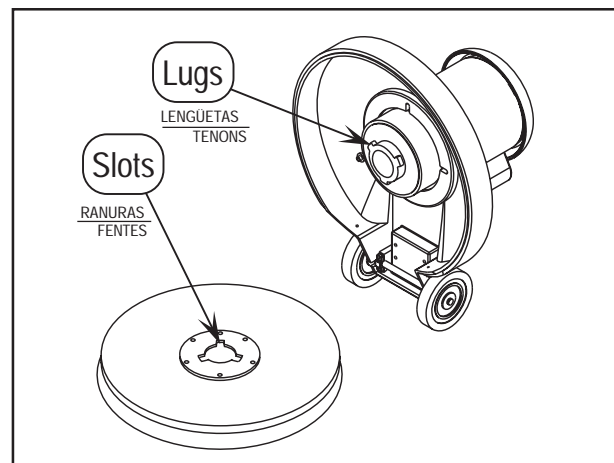

Figura 2
- 1. Alinee las lengüetas con las ranuras correspondientes del impulsor de la almohadilla y gire del impulsor de almohadilla en sentido anti-horario para que quede fijo en su lugar (figura 2). Para retirar el impulsor de almohadilla, gírelo rápida y firmemente en sentido horario.